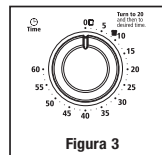

Figura 3
- Perilla de control de tiempo con campanilla indicadora** - Fija el tiempo de cocción hasta un máximo de 60 minutos. Apaga automáticamente el horno al finalizar el tiempo de cocción. (Ver la Figura 3)